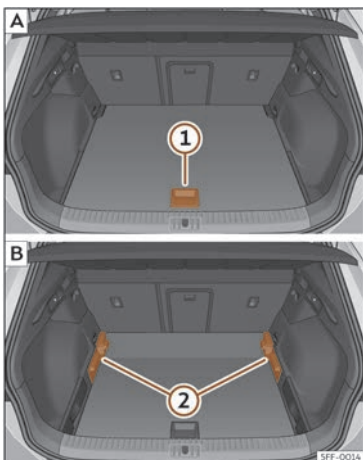

Fig. 187 Plancher du coffre à bagages modulaire : **A** position haute ; **B** position basse.
- Pour passer de la position basse en position haute, relevez le plancher avec la poignée >>> **fig. 187** ①, tirez-le vers l'arrière jusqu'à ce que la partie avant du plancher dépasse complètement les supports ②.
- Déplacez le plancher vers l'avant sur ces derniers jusqu'à ce qu'il bute contre le dossier de la banquette arrière et ensuite, abaissez le plancher avec la poignée ①.
- Pour passer de la position haute en position basse, relevez le plancher avec la poignée >>> **fig. 187** ①, tirez-le vers l'arrière jusqu'à ce que la partie avant du plancher dépasse complètement les supports ②.
- Laissez tomber la partie avant contre le plancher et poussez ce dernier vers l'avant jusqu'à ce qu'il bute contre le dossier de la banquette arrière en abaissant en même temps le plancher avec la poignée ①.
- Lorsque le plancher modulaire se trouve en position haute, relevez-le à l'aide de la poignée >>> **fig. 187** ①, tirez-le et repoussez-le vers le dossier de la banquette arrière jusqu'à ce qu'il se plie au niveau de la charnière et que sa partie mobile repose contre le dossier.